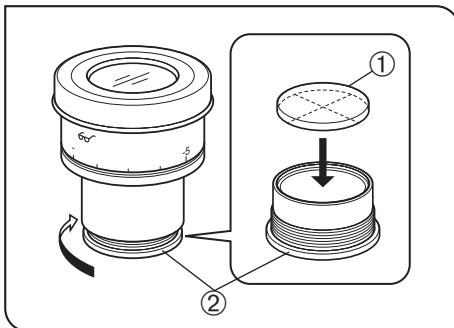

图 36
(图36)
如图 36 所示，逆时针转动内置的测微尺安装架②，并从目镜上取下，放上测微尺①。